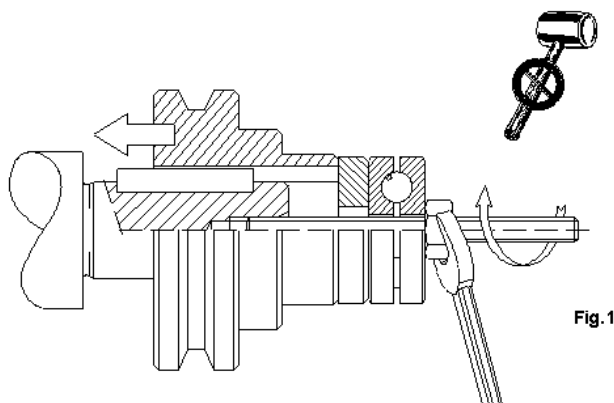

Fig. 1
Es fundamental montar y desmontar los componentes de conexión a los ejes con la ayuda de tirantes y extractores, utilizando el orificio roscado situado en el extremo del eje y evitando golpes e impactos que desembocarían en daños en los cojinetes, anillos elásticos u otros componentes; consulte las Fig. 1, 2 y 3.
- Fig. 1 **Ejemplo de correcta instalación de un componente en el eje lento de un reductor**, con la recomendación de evitar el uso de herramientas inadecuadas.